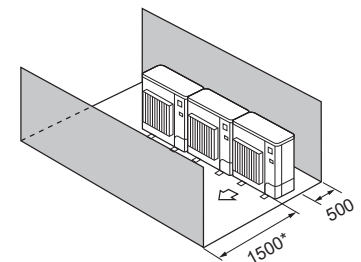

Abb. 2-16
- (4) Hindernisse nur auf der Vorder- und Rückseite (Abb. 2-16)